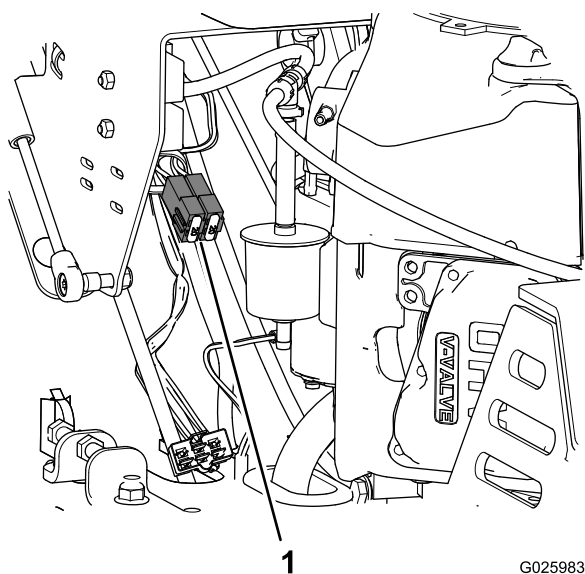

Figure 42
- Sortez le fusible de son emplacement dans le porte-fusibles (Figure 42).
- Insérez un fusible de même type et de même intensité dans l'emplacement dans le porte-fusibles (Figure 42).